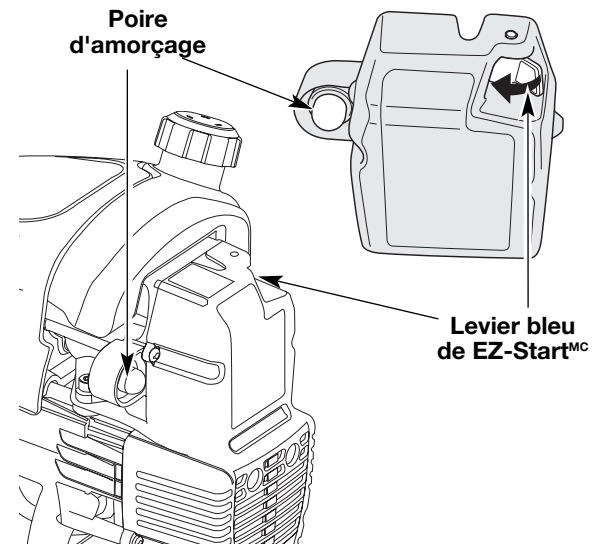

Fig. 7
2. Pressez et relâchez la poire d'amorçage à 10 reprises, lentement. Une certaine quantité de **carburant devrait être visible dans la poire d'amorçage** et les conduites de carburant (Fig. 7). Si vous n'apercevez pas de carburant dans la poire, pressez et relâchez la poire autant de fois que nécessaire jusqu'à ce que vous aperceviez du carburant dans cette dernière.
3. **Faites pivoter le levier bleu de EZ -Start^{MC} vers la poire d'amorçage** jusqu'à ce qu'il clique et se verrouille en place (Fig. 7).